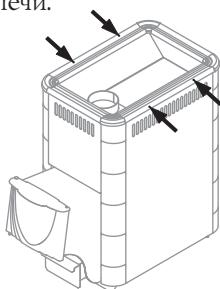

Рисунок 9. Винты для демонтажа рамки кожуха-конвектора печи «Тунгуска»
1. Снять рамку кожуха-конвектора, открутив 4 самореза (рисунок 9)